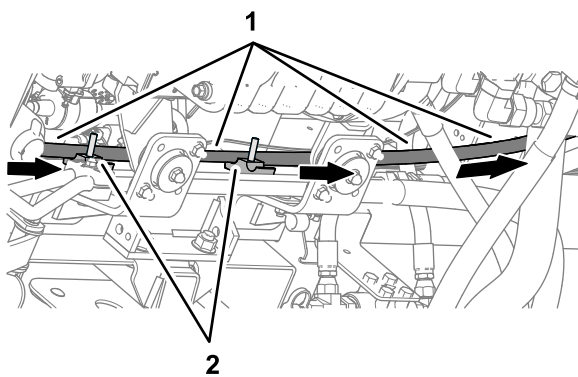

Figura 127
1. Enrute la manguera de la bomba hidráulica de 10 mm x 2921 mm ($\frac{3}{8}$ " x 115" – orificio PT de la válvula de dirección EHI) con acoplamiento de 45° en la ranura superior de la mitad de la abrazadera superior (Figura 127).